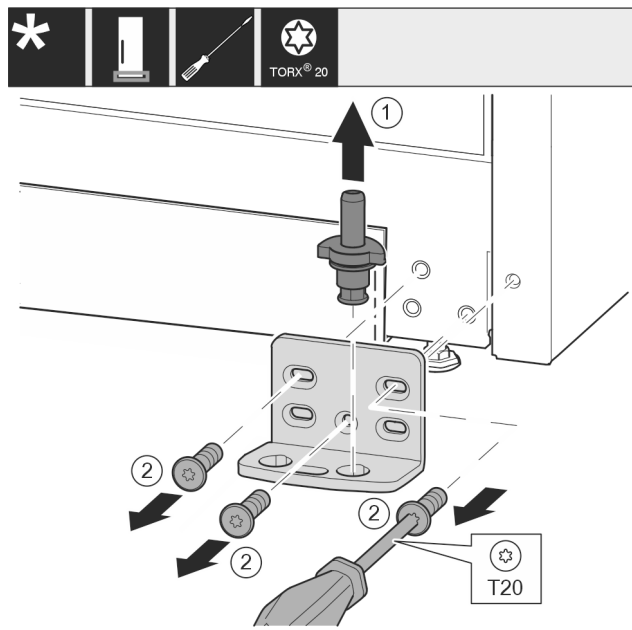

Fig. 17
- ▶ Estrarre completamente il perno di supporto verso l'alto. Fig. 17 (1)
- ▶ Svitare le viti con il cacciavite T20 e rimuovere il blocco di supporto. Fig. 17 (2)